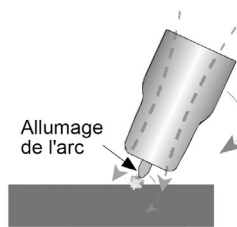

fig. 16
5. Tournez maintenant la coupelle de gaz dans le sens contraire pour soulever l'électrode de tungstène de la pièce à travailler afin de créer l'arc (fig. 16 et 17).